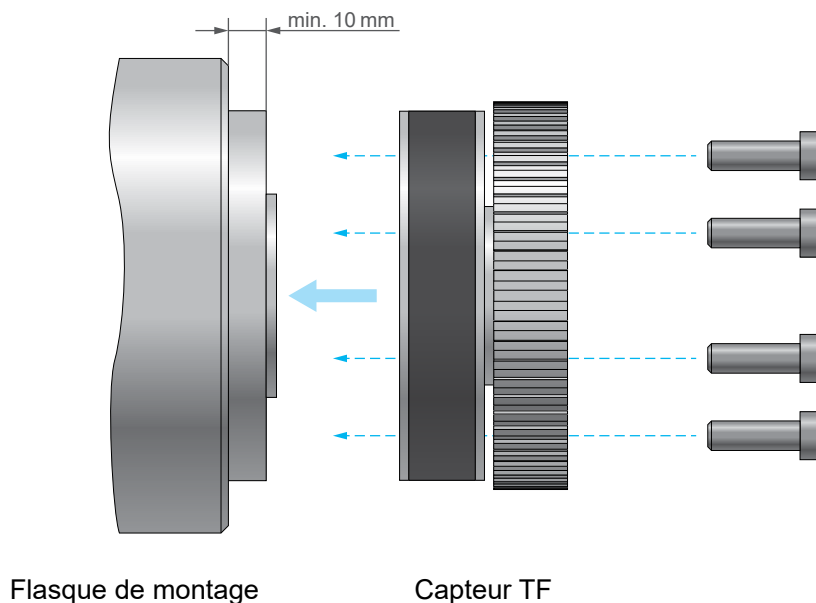

Fig.2-8 Espacement du flasque
- Un espacement minimal de 10mm entre le corps du flasque et sa partie centrale doit être garanti afin d'éviter toute perturbation de la transmission du signal entre l'antenne du capteur et le transmetteur HF (voir Fig.2-8)